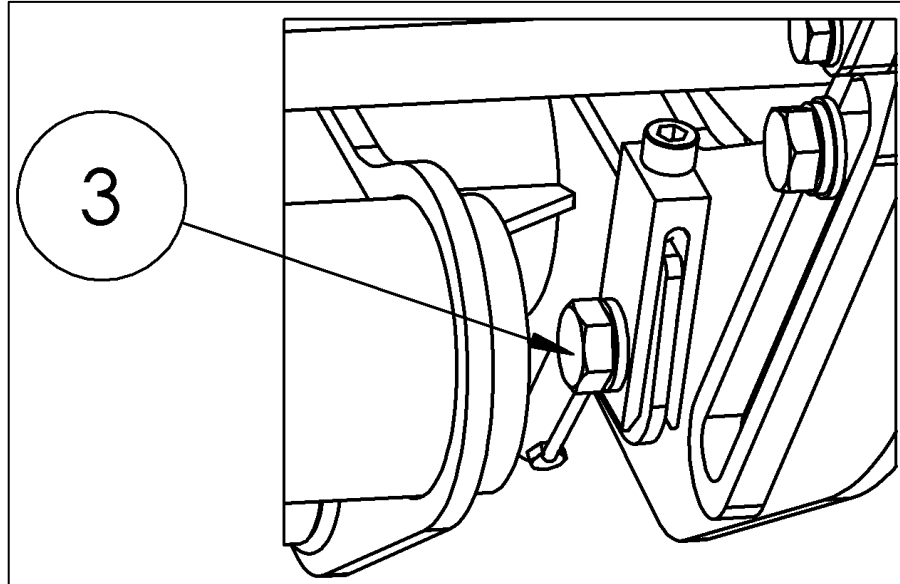

Abbildung 85
- Nach dem Einstellen die Schrauben (Pos. 3) zur Befestigung des Torsionsrohrs mit 115 Nm fest anziehen (siehe auch Drehmomenttabelle auf Seite 74 und siehe Abbildung 85).